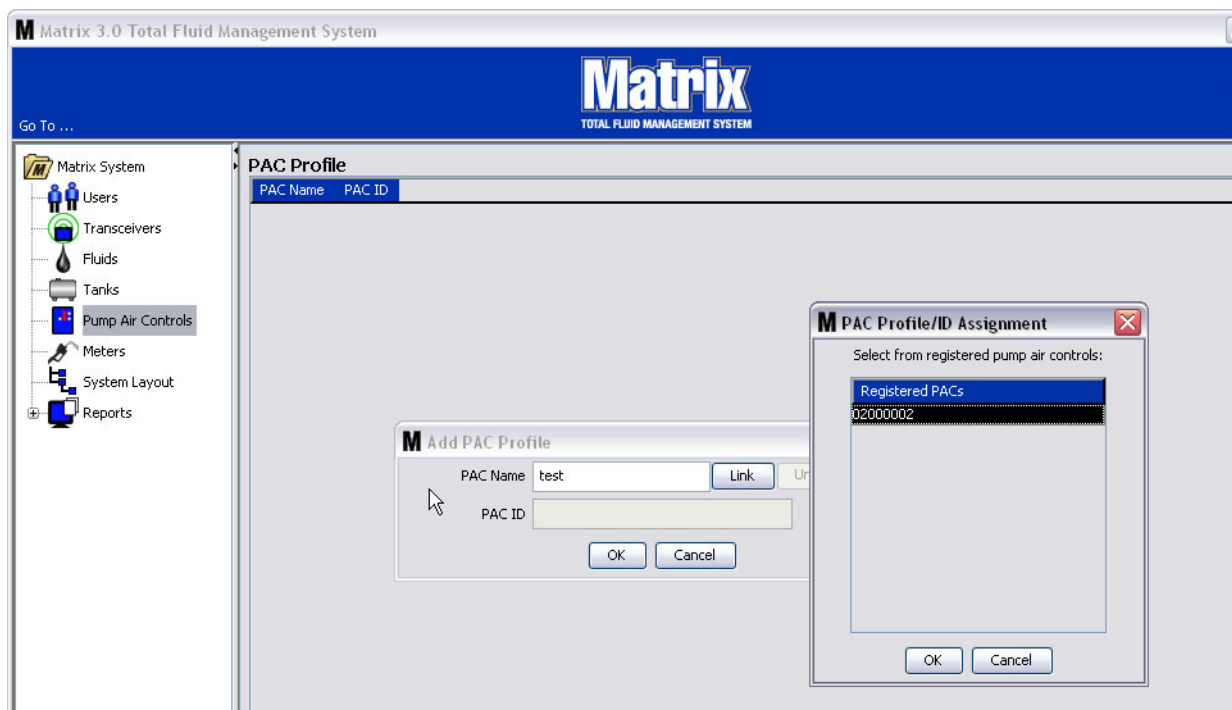

Рис. 81
- После присвоения имени регулятору пневматического насоса нажмите кнопку «Link» [Связать]. Появится окно «Profile/ID Assignment» [Назначение идентификатора профилю] (Рис. 81). Из списка зарегистрированных регуляторов пневматических насосов выберите требуемый регулятор. Нажмите кнопку «OK» [OK], чтобы закрыть окно и сохранить изменения. Дополнительные сведения о регистрации см. в руководстве пользователя регулятора пневматического насоса. Также предоставлены инструкции в «Приложении А» данного руководства, раздел «Регистрация регулятора пневматического насоса» на стр. 107.